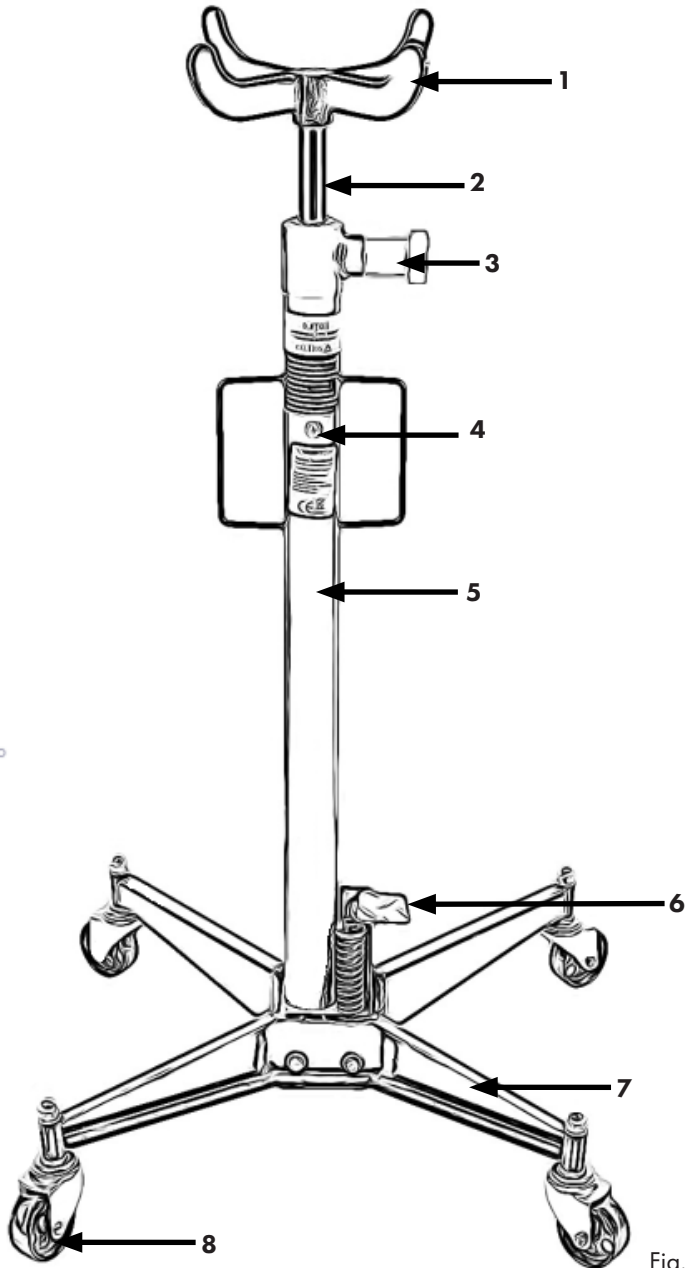

Fig. 1
Légende Figure 1
4. Placez le panier sur l'extrémité de la tige. Desserrez la vis de l'orifice de remplissage d'huile (figure 1) et actionnez plusieurs fois la pédale de pompage vers le haut pour permettre à l'air éventuel de s'échapper du système hydraulique. Resserrez ensuite la vis de l'orifice de remplissage d'huile.